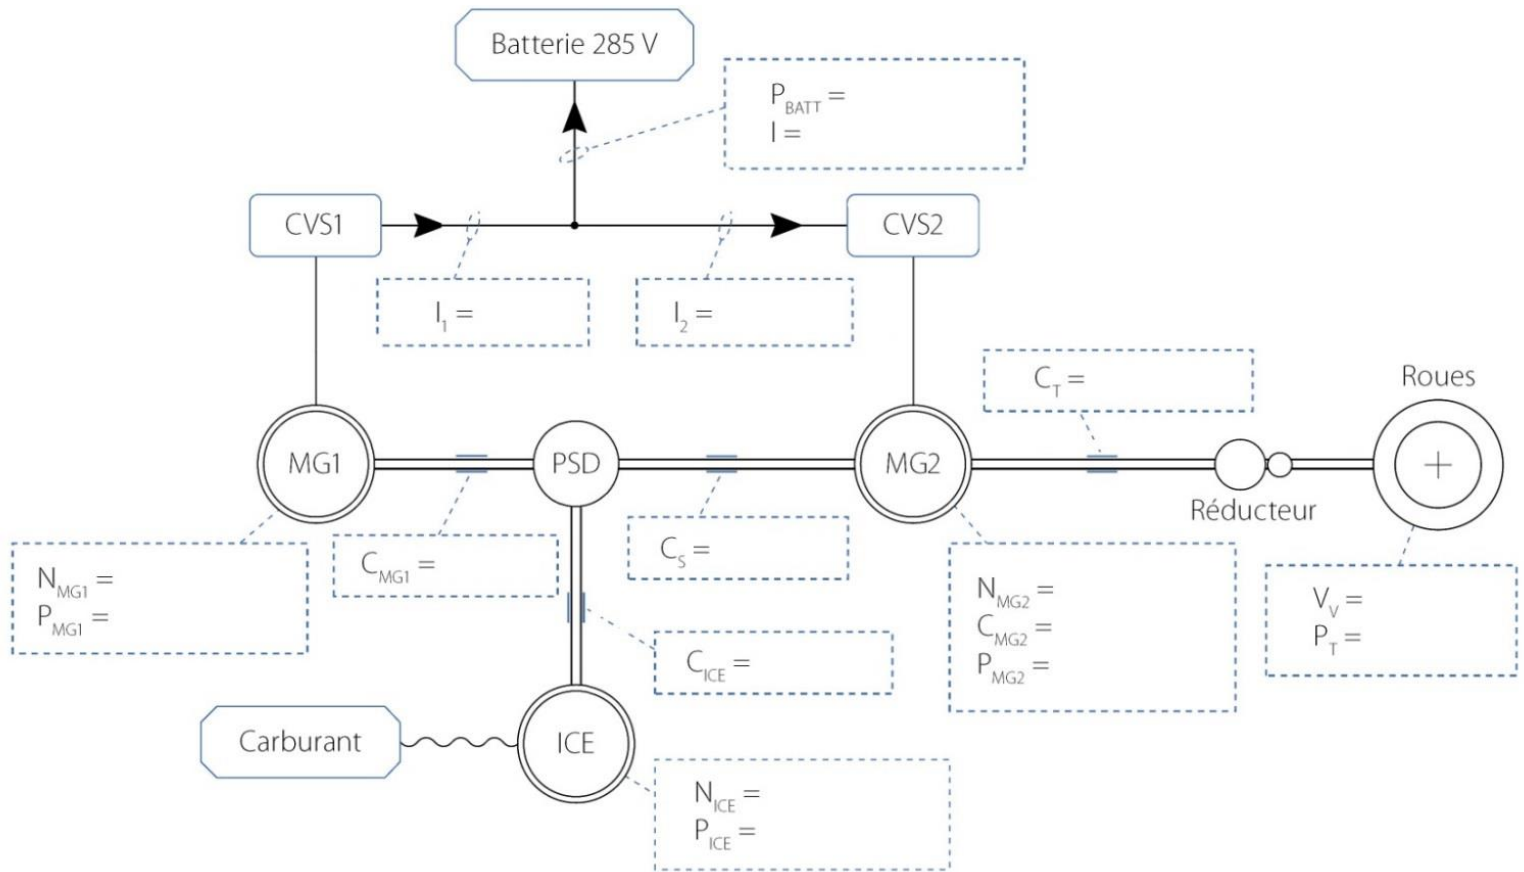

Figure 5 : cas 1
1.3.3. Étudier le comportement du système en complétant proprement le document de la Figure 5.